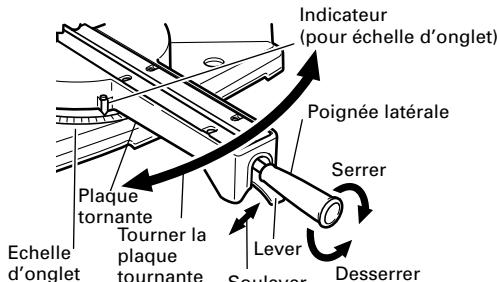
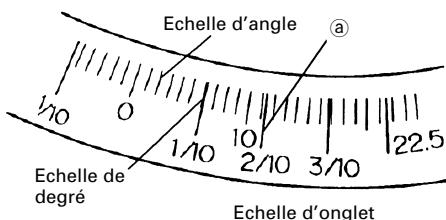

Fig. 33
Fig. 34
- (1) Desserrer la poignée latérale et tirer vers le haut le levier des butées d'angle. Cela fait, régler la plaque tournante jusqu'à ce que l'indicateur soit aligné avec le réglage désiré sur l'échelle de coupe d'onglet (Fig. 33).
- (2) Resserrer la poignée latérale pour fixer la plaque tournante à la position voulue.
- (3) L'échelle d'onglet (Fig. 34) indique à la fois l'angle de coupe de l'échelle d'angle et le degré de l'échelle de degré.
- (4) Le degré, qui est le rapport de la hauteur sur le socle de la section triangulaire à retirer, pourra être utilisé pour régler l'échelle d'onglet à la place de l'angle de coupe, au besoin (voir Fig. 34).
- (5) En conséquence, pour couper une pièce à un angle de 2/10, régler l'indicateur sur la position ④, comme indiqué à la Fig. 34.